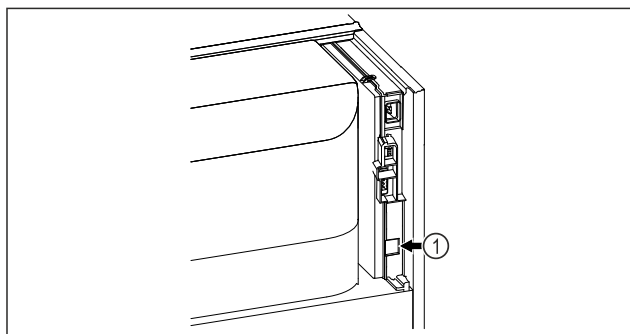

Fig. 82
- SmartModule Fig. 82 (1) è inserito.